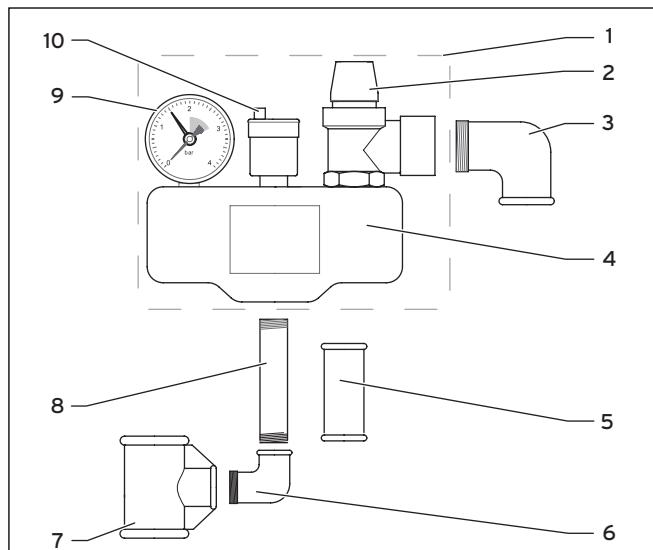

Fig. 3.1 Gruppo di sicurezza
• Controllare la completezza della fornitura in base alla fig. 3.1 e alla tab. 3.1.
- Una volta all'anno e in occasione di ogni messa in servizio, controllare il funzionamento della valvola di sicurezza (**2**, fig. 3.1)